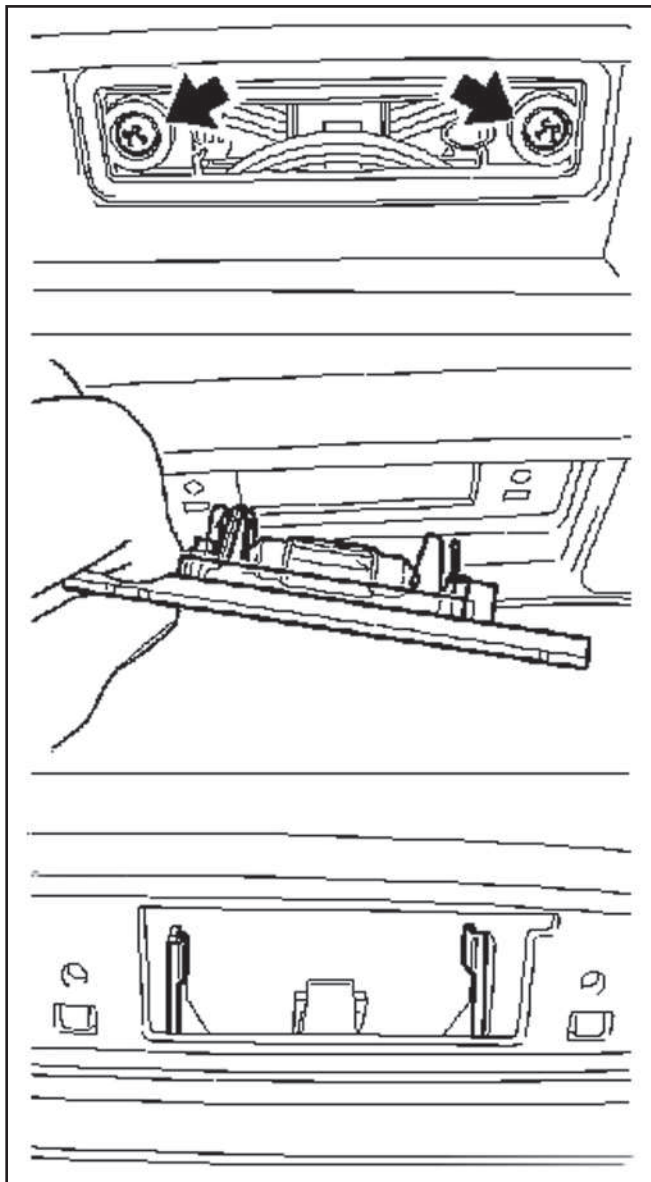

Fig. 1
- Desatornillar los 2 tornillos de fijación de la iluminación de placa (**flechas**) (Fig. 1).